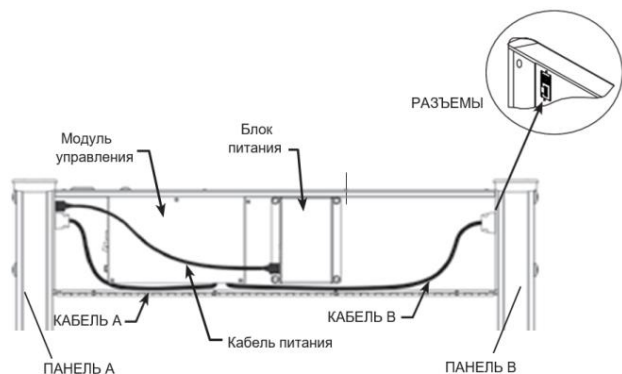

Рисунок 3
6. Определите, с какой панели металлодетектора будет подаваться питание. Подключите перемычку питания от блока управления к соответствующей панели. (см. Рисунок 3)